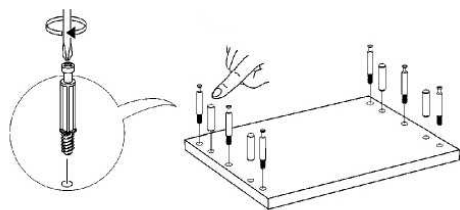

Рис. 3 - Установка шкантов и штоков эксцентриков
2.1 Ввинтите в боковые стенки (3,4), в перегородки (6,7) штоки эксцентриков, а также вставьте шканты. (Рис.3).